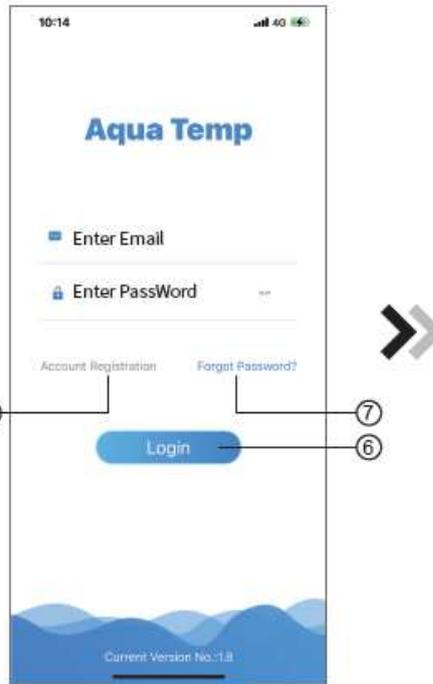
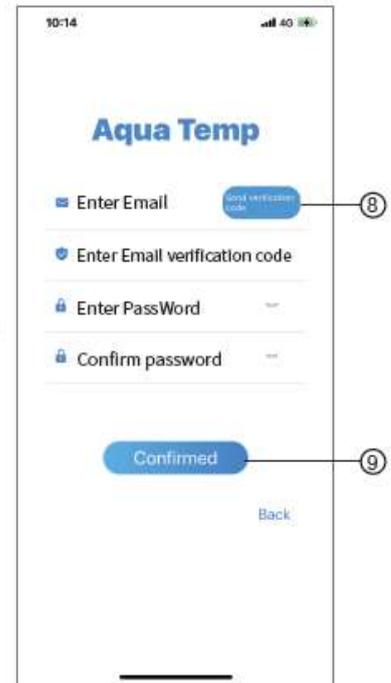

Fig.1 Interface de connexion
Fig.3 Interface Mot de passe oublié
1. Enregistrement de compte : Pour enregistrer un compte, cliquez sur ① (Fig.1) pour passer à l'interface d'enregistrement de compte, remplissez les informations pertinentes et cliquez sur ② pour recevoir le code de vérification, tout en complétant les informations de l'application, cliquez sur ③ pour lire les détails de la politique de confidentialité, puis cliquez sur ④ pour accepter, et cliquez sur ⑤, l'enregistrement est terminé.
2. Connectez-vous : Suivez les instructions sur la page (Fig.1), entrez votre adresse e-mail enregistrée et votre mot de passe, cliquez sur ⑥ et passez à la liste des dispositifs ;
3. Mot de passe oublié : Si vous avez oublié votre mot de passe, cliquez sur ⑦ (Fig.1), accédez à l'interface Mot de passe oublié (Fig.3). Suivez les instructions sur la page, remplissez les informations pertinentes, cliquez sur ⑧ pour recevoir le code de vérification de votre boîte aux lettres, cliquez sur ⑨ pour confirmer et la réinitialisation du mot de passe est terminée.